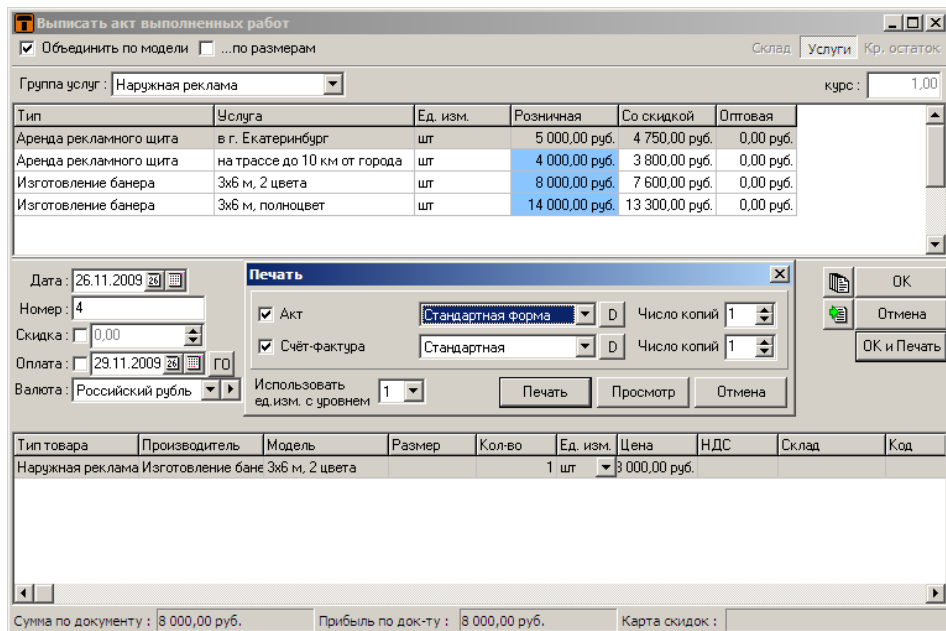

Рис. 105. Печать акта выполненных работ
3. Просмотреть и/или распечатать созданный документ. При этом в открывшемся окне «Печать» можно задать нужное количество копий документа (рис. 105). Если ваше предприятие работает без НДС, достаточно выбрать вид документа с пометкой «без НДС» в названии.